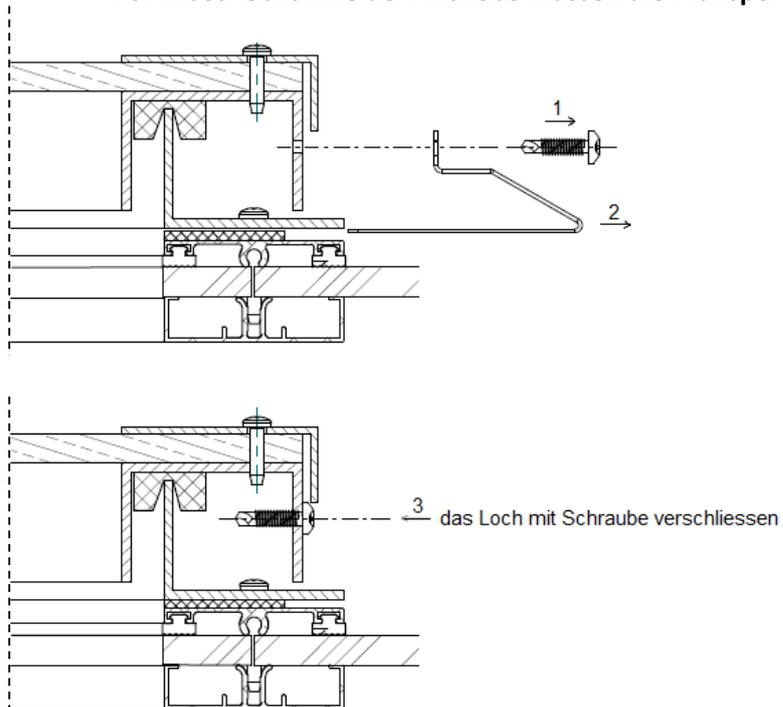

Abb. 88 Beseitigung der Transportsicherung und Verschließen der verbleibenden Öffnung (Schnitt A-A in der Abb. 87 und Abb. 99)
**Vor Inbetriebnahme der Antriebe müssen die Transportsicherungen entfernt werden, siehe dazu: (Abb. 88).**